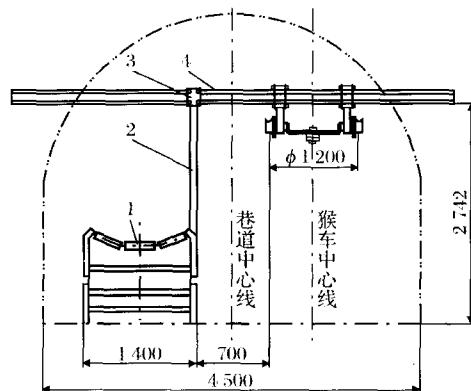

图1 26采区胶带巷猴车安装
**车** 集煤矿26采区主运输带式输送机与架空乘人装置同安装在一条巷道内，巷道宽4.5 m，带面宽1 m，架空乘人装置(猴车)驱动轮直径为1.2 m，如图1所示，胶带架与架空乘人装置座椅安全距离为700 mm。
根据胶带巷现有条件，采取以下设计方案：如图1所示，以现有猴车预埋托梁为固定点，将防护栏立柱(10号槽钢)上端固定在猴车托梁上，采用U形卡配合卡板固定，下端固定在胶带纵梁上，提前在立柱上打孔，然后采用U形卡固定；猴车预埋托梁相邻间距为8 m，每隔8 m固定一个立柱，宽2 m、高0.9 m的防护网一张，在立柱1 m高(相对于胶带纵梁)位置打2个孔，钢绞线采用M10绳卡固定，钢绞线沿防护网全线铺设，每8 m一个固定点，防护网上端挂到钢绞线上，下端采用拉钩固定于胶带纵梁上，全线均采